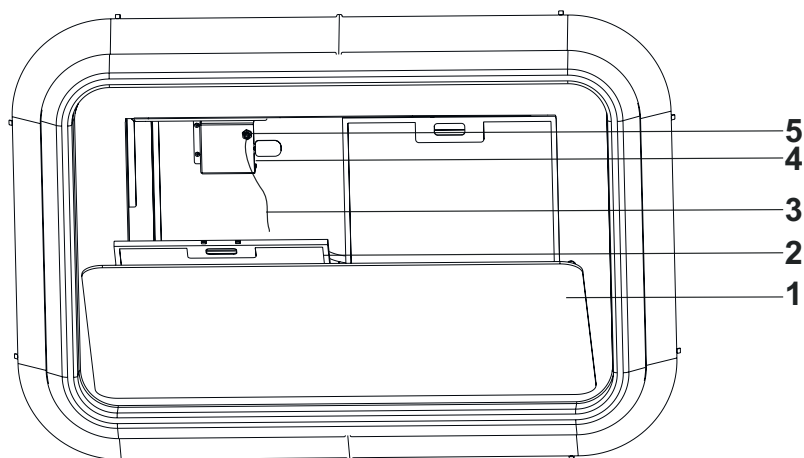

Fig. 12
7. ➤ Vip kantsugpladen ud, ved at tage fat i hjørnerne og hive forsigtigt i den (Fig. 12/1).
Fjern fedtfilterne (Fig. 12/2) og træk stålwirerne igennem sikkerhedslåsene oppe fra og ned (Fig. 12/5). Gør dette for alle 4 stålwirer der medfølger.
Når emhætten er hævet til loftet og der ikke længere kan trækkes i stålwirene, skal stålwirene rulles sammen og lægges ind i opbevaringspladsen. Bemærk; når stålwirene er lagt ind i opbevaringspladserne, skal det bøjelige metal bukkes sammen, så stålwirene ikke falder ud (Fig. 12/4).